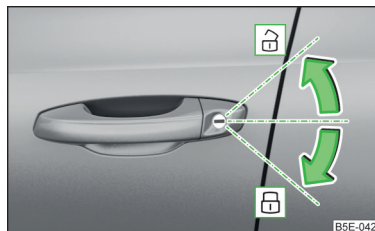

Fig. 31
**Desbloquear/bloquear el vehículo con la llave » fig. 31**